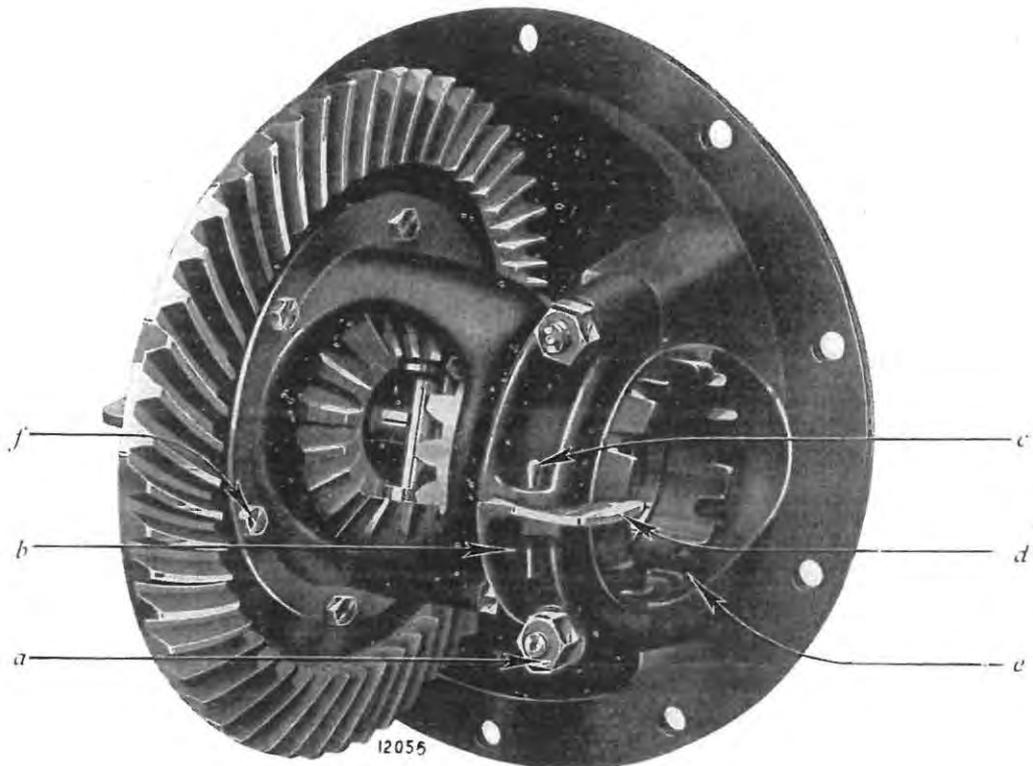

Fig. 61. — Démontage du différentiel.
6. **Enlever le différentiel** (*fig. 61*).
7. **Démonter le différentiel** (*fig. 61*).